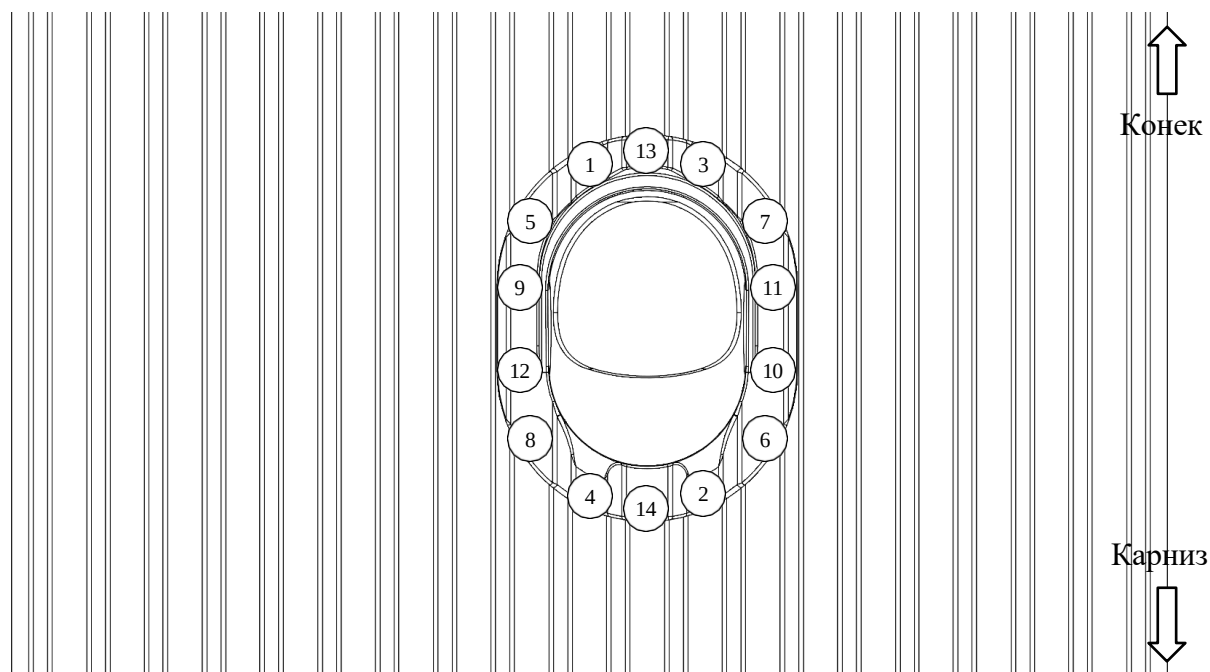

Рис. 4
4. Установить проходной элемент на кровлю и закрепить подходящими для данного типа кровли самонарезающими винтами в последовательности, показанной на рис. 4. При этом необходимо следить за тем, чтобы все самонарезающие винты заворачивались в деревянные конструкции кровли. При необходимости участок кровли, на котором будет установлен проходной элемент, следует подготовить (усилить).